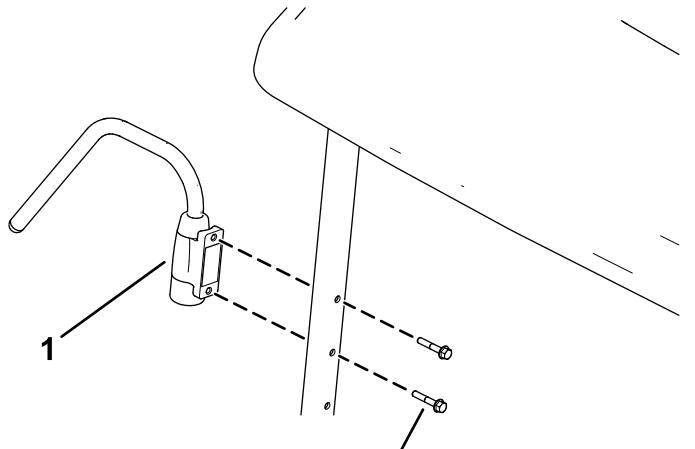

図 2
2. 図 2 のように、サポートアームを前取り付けチューブに固定するフランジヘッドボルト M6 x 35 mm 2本を使用する。